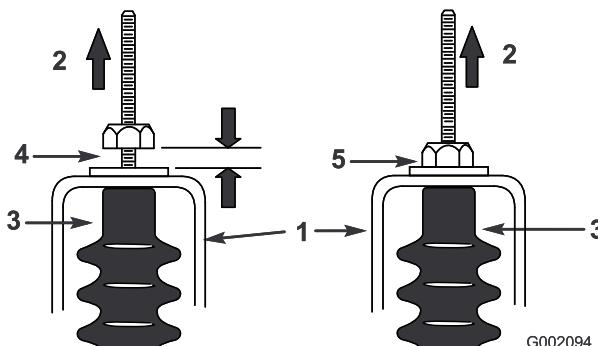

Figura 59
5. Tirate verso l'alto ciascun cavo del cambio e verificate che vi sia un gioco di 0,76–1,52 mm tra il dado con rondella e la staffa di folle (Figura 59).